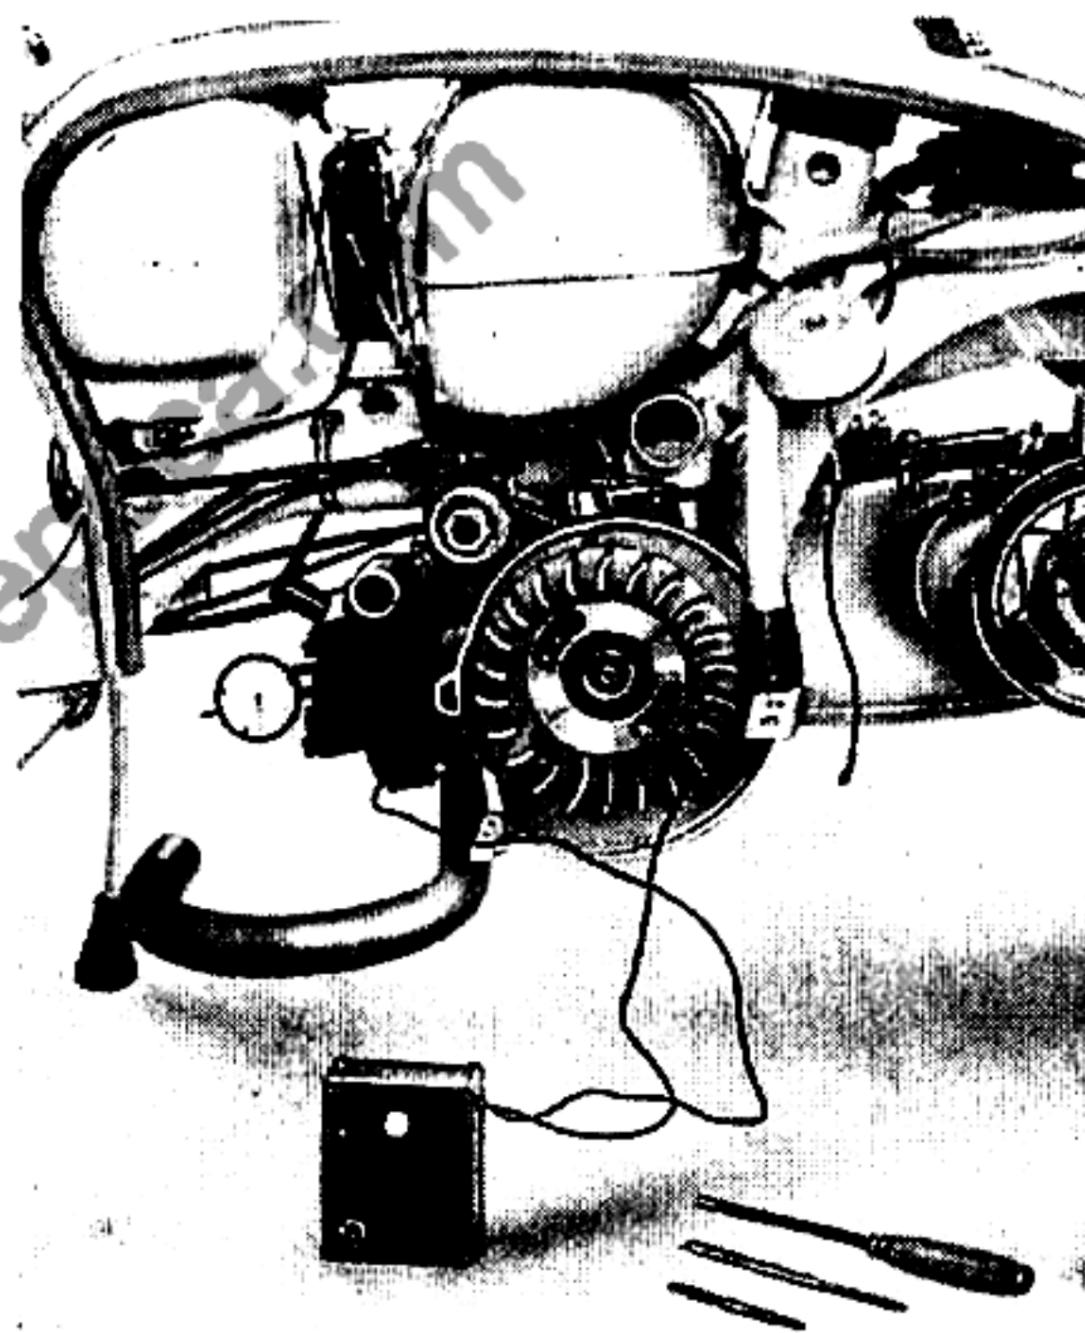

Fig. 41
- 66** Smontare la testa del motore (op. 1-2-3-5-19-20-21-22-23-24-25) e montare al suo posto l'attrezzo n. 57988 che va bloccato su due dei 4 prigionieri. Sull'attrezzo si applicherà un normale comparatore decimale. Vedi fig. 41.
Se la chiusura delle puntine avvenisse fuori dell'intervallo predetto, si smonti il volano, si allentino le viti di fissaggio e si ruoti leggermente la piastra porta indotti in senso antiorario per accensione ritardata e in senso orario per accensione anticipata, fino a riportare l'apertura delle puntine nell'intervallo voluto. Vedi fig. 41.